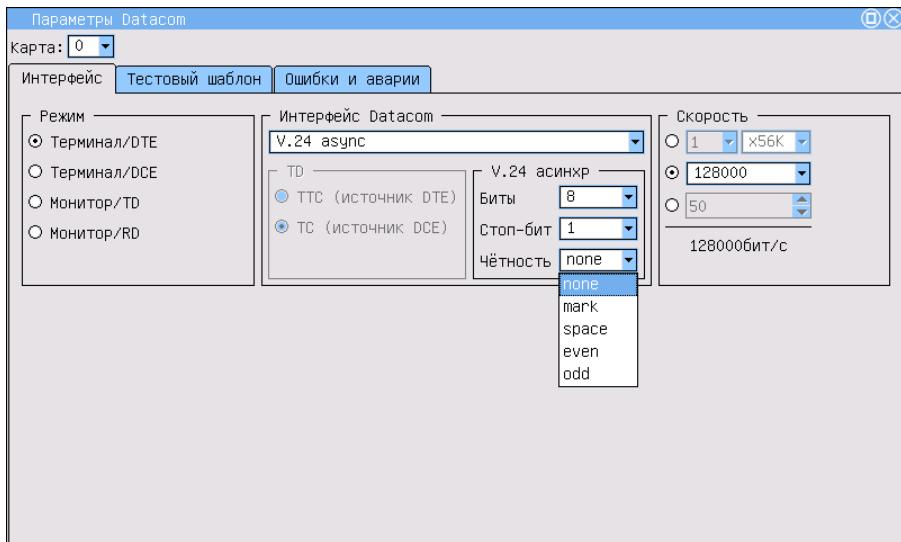

Рис. 3.4. Выбор режимов контроля чётности
5. Для асинхронных режимов (поле **V.24 асинхр**) предоставлена возможность настройки дополнительных параметров (рис.3.4):